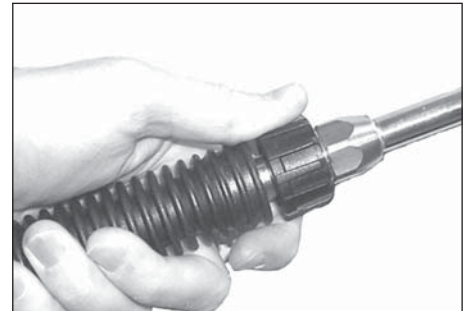

Figura 7 - Conecte la lanza a la pistola
5. Conecte la lanza con la boquilla a la pistola (vea la Figura 7).